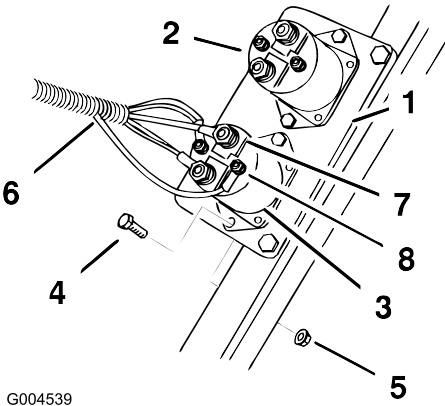

Figura 7
- 2. Installate il solenoide sul portavalvole utilizzando due bulloni (n. 10 x 3/4 poll.) e due dadi (n. 10) come mostrato in Figura 7.